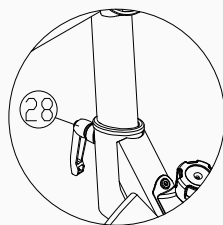

Figura 10
10. Ajuste a altura dos apoios de braços utilizando o manípulo de ajuste em forma de L (Peça 28). Estão disponíveis várias posições de altura; consulte a Figura 10.